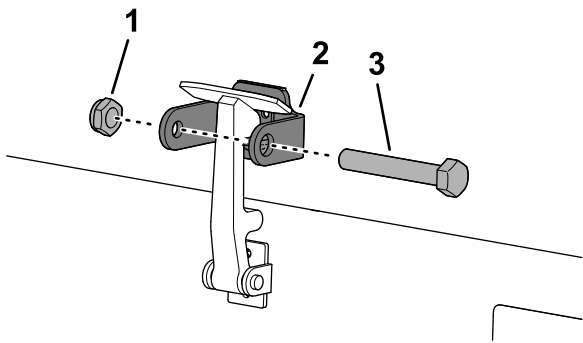

Figura 20
7. Enrosque el perno en el otro brazo del cierre de seguridad del capó para bloquear la posición del cierre (**Figura 20**).